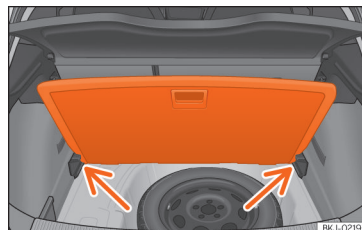

Abb. 129 Variabler Gepäckraumboden: geneigte Stellung.
- Legen Sie den Gepäckraumboden auf die dafür vorgesehenen Aufnahmen » Abb. 129 (Pfeile).